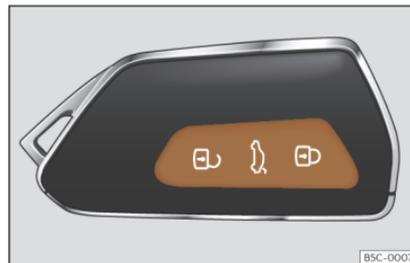

Fig. 79 Llave por control remoto: teclas.
- Bloquear: pulse el botón »» fig. 79.